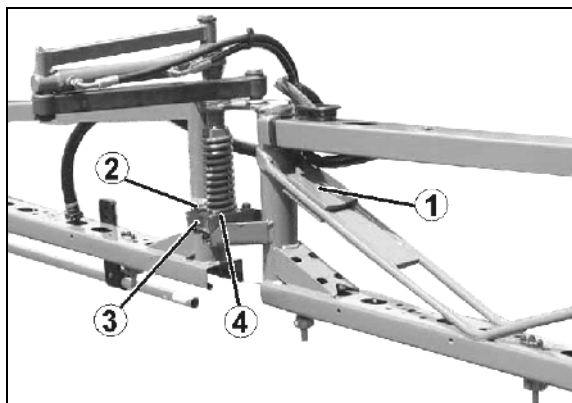

Fig. 170
Hvis dette ikke er tilfelle, juster den utfoldede bommen med motvekter (Fig. 170/1) når svingningsutjevningen er **frigjort**. Fest motvektene tilsvarende på bommen.
1. Løsne skruene (Fig. 170/2) til festelaskene (Fig. 170/3) Justeringen foretas direkte på plastklørne med langhullene i festelasken (Fig. 170/4) Rett ut sideseksjonen.
2. Trekk til skruene (Fig. 170/2).